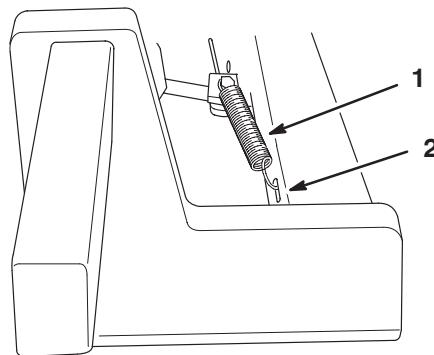

Bild 3
6. Nehmen Sie die Splinte von den Lastösenbolzen ab, mit denen die Bremsstangen und Jochs zusammengehalten werden, und werfen Sie die Splinte weg. Nehmen Sie den Lastösenbolzen nicht ab und setzen Sie das kurze Ende der Feder in das Loch im Lastösenbolzen, um die Teile zusammen zu befestigen. Verbinden Sie das andere Ende der Federn mit den geschlitzten Löchern in den Hubarmen (Bild 3).